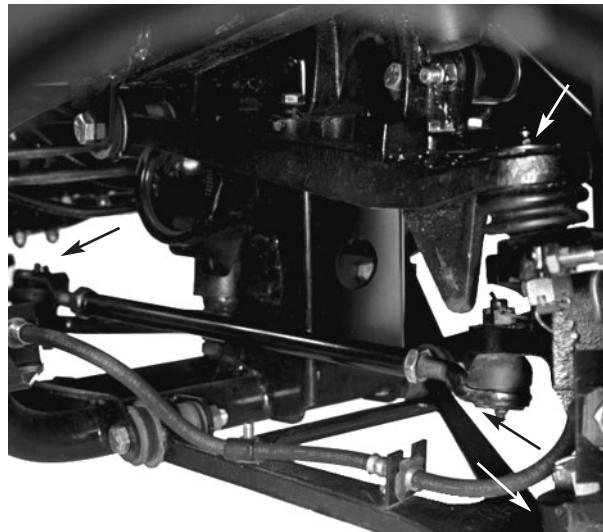

Bild 28
Zugstangenenden (4) (Bild 28), vordere Kugellager (4) (Bild 28), hintere Antriebswellen (18) (Bild 29)